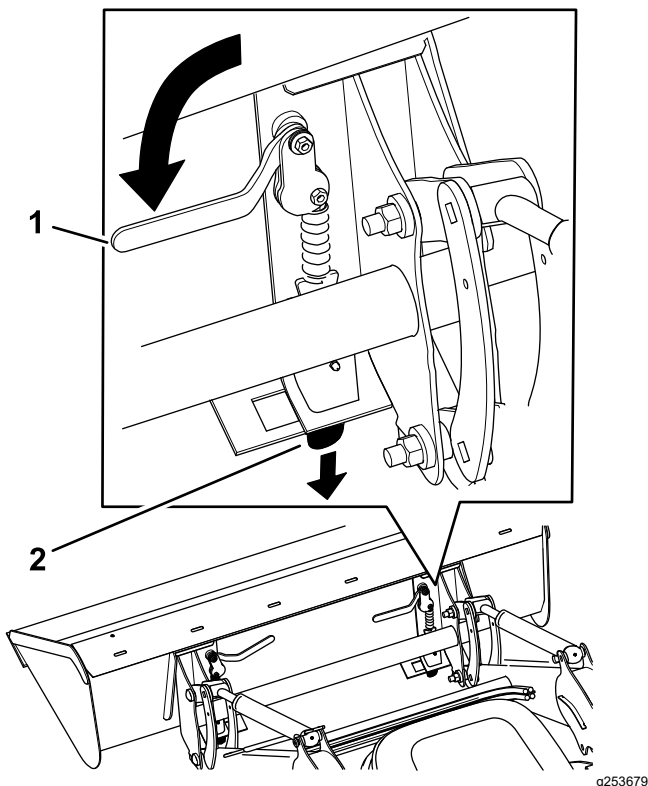

Figura 58
8. Gire las palancas de enganche rápido hacia dentro, asegurándose de que los pasadores de enganche rápido están introducidos a fondo en la placa de montaje (Figura 58).